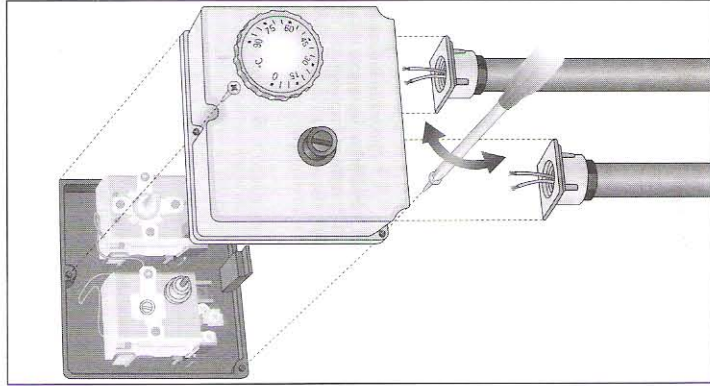

fig.5 - Abb.5
B) Retirez le couvercle en dévissant les 3 vis. Passez les câbles de raccordement dans les presse-étoupes (fig.5) et raccordez les fils aux bornes (voir paragraphe "raccordements électriques"). Remettez le couvercle et revissez les 3 vis.